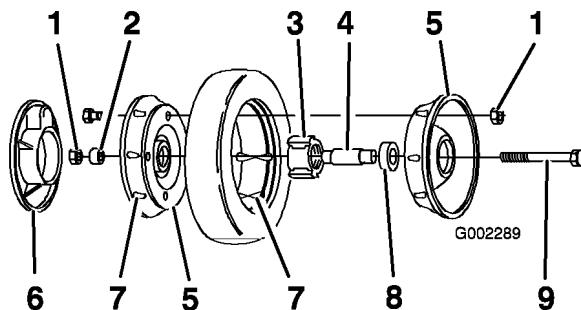

Bild 29
3. Entfernen Sie die Schraube, das Distanzstück im Rad und die Sicherungsmutter, mit denen das Rad am Gelenkarm befestigt ist (Bild 29).
4. Nehmen Sie die Radhälften vom Reifen ab, indem Sie vier Kopfschrauben und vier Sicherungsmuttern entfernen (Bild 29).
Hinweis: Wenn Sie die Lager aus dem Lager/Nabe-Gruppe entfernen, drücken Sie auf das Lagerdistanzstück (Bild 29).
1. Positionieren Sie den Reifen auf einer Radhälften und fluchten Sie die Ansätze miteinander aus (Bild 29).
2. Positionieren Sie das Lager bzw. die Nabe in das zentrale Loch der Radhälften. Stellen Sie sicher, dass die Beine der Nabe über dem Flansch des Lochs positioniert sind (Bild 29).
3. Legen Sie die andere Radhälften über das Lager bzw. die Nabe und fluchten Sie das Rad und die Reifenansätze mit den Befestigungslöchern aus (Bild 29).
4. Montieren Sie die beiden Radhälften locker mit zwei 1/4-20 x 1,50 Zoll Gewindeschrauben und einfachen Muttern. Setzen Sie die Schrauben in die gegenüberliegenden Löcher ein (Bild 29).
5. Prüfen Sie, ob alle Teile gefluchtet sind und ziehen Sie die Schrauben abwechselnd von Seite zu Seite fest, bis die beiden Radhälften gleichmäßig zusammengezogen werden (Bild 29).
6. Setzen Sie die zwei Schrauben und Sicherungsmuttern, die Sie vorher entfernt haben, in die restlichen Löcher der Radhälften ein und ziehen diese fest. Nehmen Sie die zwei langen Schrauben ab und ersetzen Sie diese mit den zwei Schrauben und Sicherungsmuttern (Bild 29).
7. Montieren Sie das Rad mit Hilfe der Schrauben, einem Distanzstück und einer Sicherungsmutter am Gelenkarm. Stellen Sie sicher, dass sich das Distanzstück zwischen der Radnabe und dem Gelenkarm befindet (Bild 29).